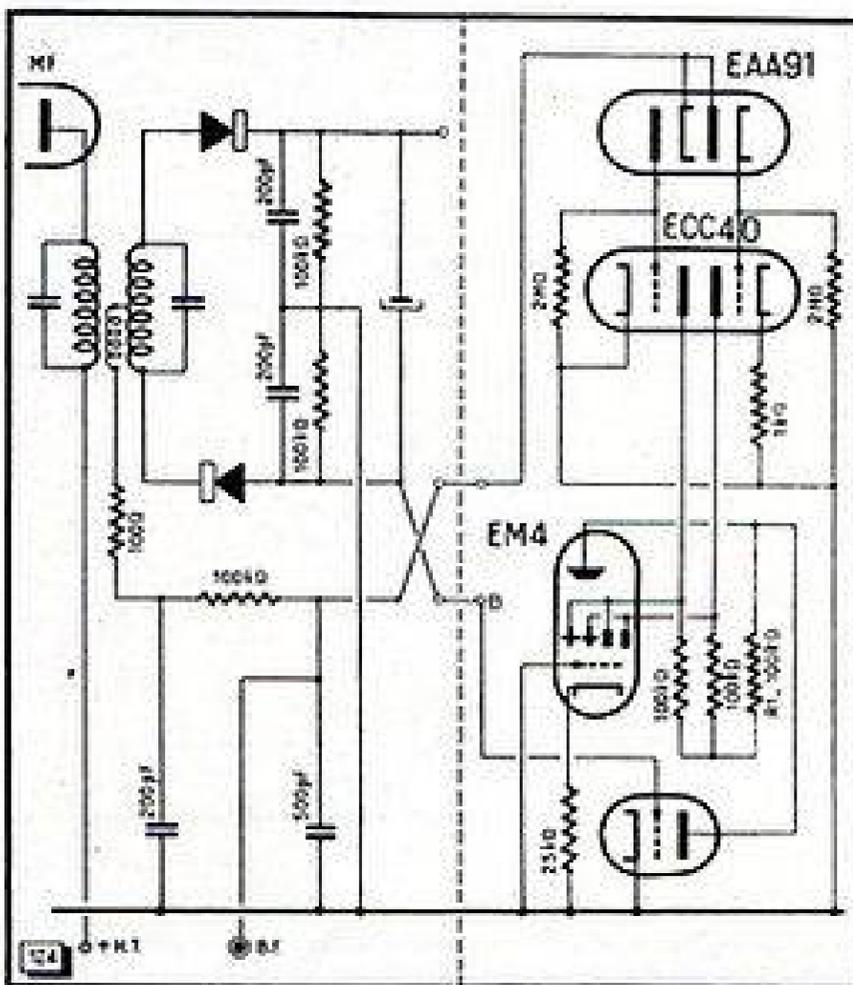

Fig. 124. — Une indication d'accord parfaite avec un œil magique de conception classique nécessite plusieurs tubes supplémentaires.
Pour obtenir, avec un œil magique, une indication d'accord nette et sensible, on doit utiliser plusieurs tubes auxiliaires (fig. 124) (17). La grille de l'indicateur est mise hors d'action par une forte polarisation (25 kΩ dans le circuit de cathode). Les deux plaques de l'indicateur sont attachées par deux triodes, dont une est polarisée. En absence de signal, l'un des secteurs lumineux est donc fermé. Deux diodes discriminant la polarité de la composante continue à la sortie B.F. du détecteur, on obtient une ouverture du secteur, normalement fermé pour toute valeur négative de cette composante, et une fermeture de l'autre secteur, quand elle devient positive. A l'accord exact, l'indication de l'œil serait donc la même qu'en absence de signal.
On peut éviter cet inconvénient en branchant la plaque d'une troisième triode sur l'écran de l'œil magique. La grille de cette triode est commandée par la tension continue naissant au point B (fig. 124) du détecteur, en présence d'une émission. Tant que cette tension est nulle ou faible, la triode est conductrice et la chute de tension sur  $R_1$  suffisamment forte, pour provoquer l'extinction de l'indicateur. A la réception d'une porteuse, la luminosité de l'œil magique permettra d'apprécier son amplitude.